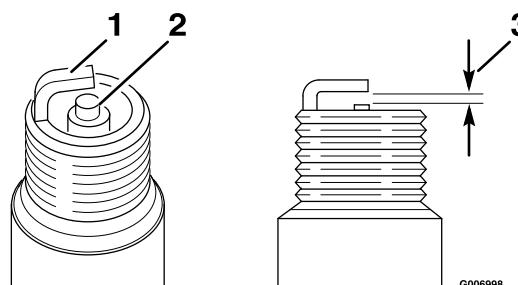

Figura 36
1. Mire la parte central de la bujía (Figura 36). Si se observa un color gris o marrón claro en el aislante, el motor está funcionando correctamente. Si el aislante aparece de color negro, significa que el limpiador de aire está sucio.
2. Compruebe la separación entre los electrodos central y lateral (Figura 36). Si la distancia no es correcta, doble el electrodo lateral.